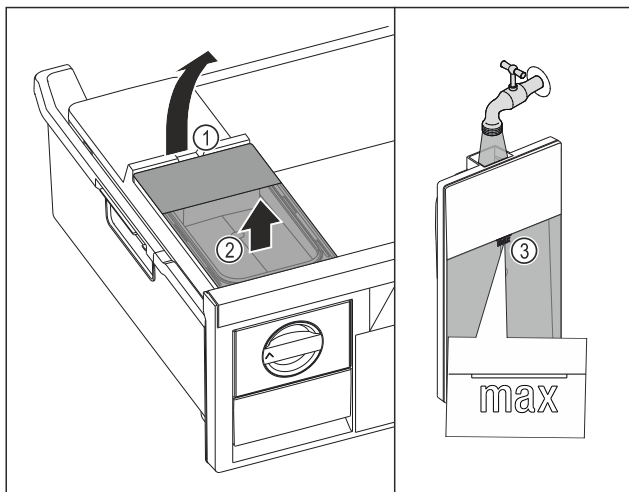

Fig. 156
- ▶ Watertank aan de uitsparing Fig. 156 (1) optillen.
- ▶ Watertank naar boven toe verwijderen. Fig. 156 (2)
- ▶ Watertank tot de markering Fig. 156 (3) vullen met drinkwater.